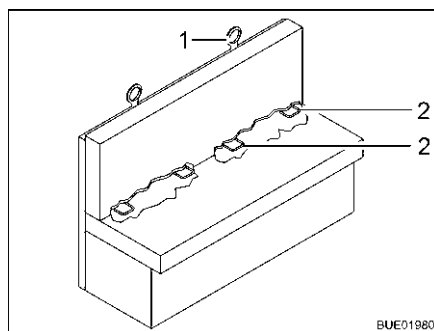

Fig. 26 Sistema de sujeción para sillas de seguridad para niños ISOFIX
Si el vehículo está equipado con un sistema de sujeción para sillas de seguridad para niños ISOFIX, los asientos apropiados para el mismo estarán marcados con el símbolo ISOFIX. Estos asientos del vehículo dispondrán de estribos de sujeción (Fig. 26,2) y otro punto de anclaje en la parte superior del respaldo (Top Tether) (Fig. 26,1). Usar unos sistemas de retención infantil apropiados para ISOFIX. Los sistemas de retención infantil tienen brazos de enganche que se engatillan en los estribos de sujeción del asiento del vehículo.
- Si es posible, fijar el asiento infantil adicionalmente en el Top Tether (Fig. 26,1).